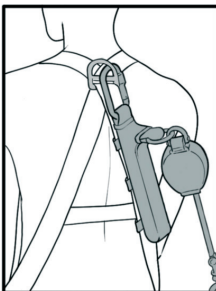

fig.3
3. Przymocować zamknięcie Velcro do odpowiedniego odcinka pasa uprząży, aby utrzymać zestaw amortyzacyjny (rys. 3).